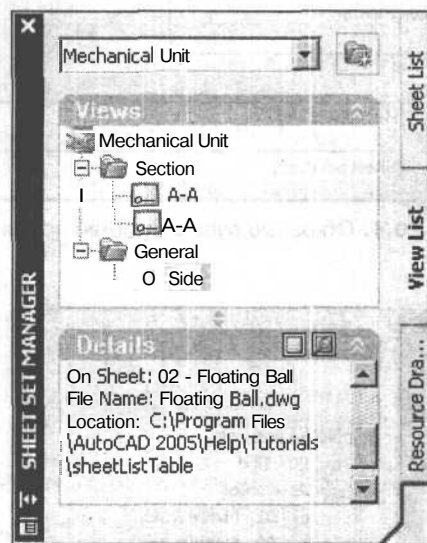

Рис. 20.6. Вкладка **View List** электронного архива чертежей
- ☐ Вкладка **View List** (Список видов) предоставляет второй способ вывода в виде категорий и имен видов (рис. 20.6), которые являются частью листов и создаются командой **VIEW** (ВИД).